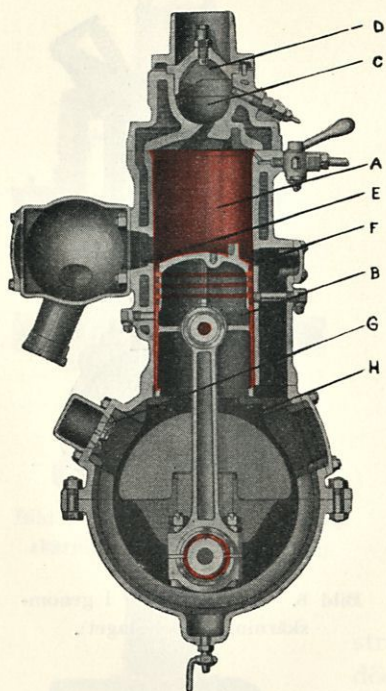

Bild 7.
Bild 7 åskådliggör arbetssättet hos en tvåtakts gasoljemotor. Då kannan (B) befinner sig i sitt nedre vändläge, är cylindern (A) fylld med ren luft, vilken komprimeras under kannans uppåtgående rörelse, varvid samtidigt ren luft insuges i vevhuset (H) genom luftventilerna (G).